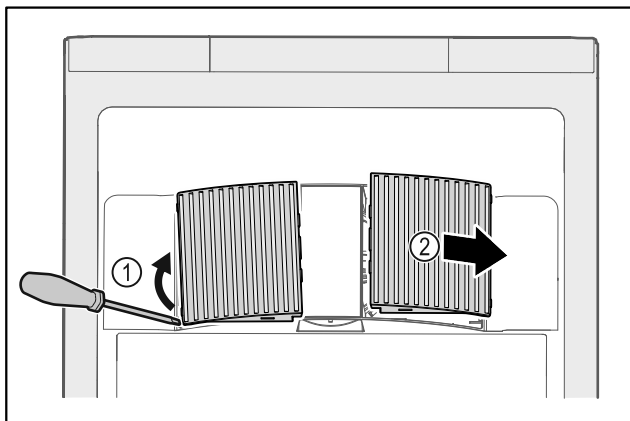

Fig. 234
- ▶ Осторожно подденьте крышки вентилятора сбоку Fig. 234 (1) и снимите их движением вперед Fig. 234 (2).